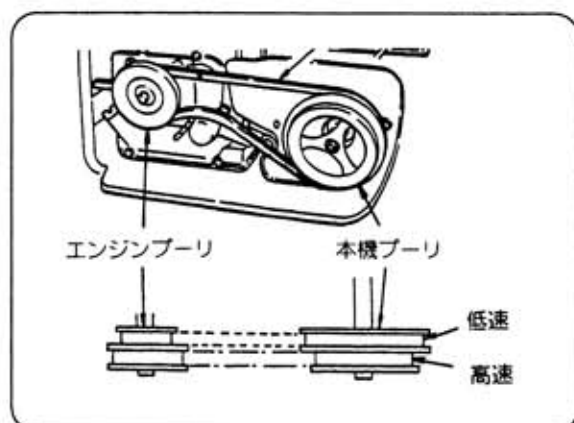

図32
9-2 変速のしかた (図32)
- ※ベルトを外すときは、本機プーリ側から外してください。(図32・34)
- ※ベルトを掛けるときは、エンジン側から掛けてください。(図32・34)